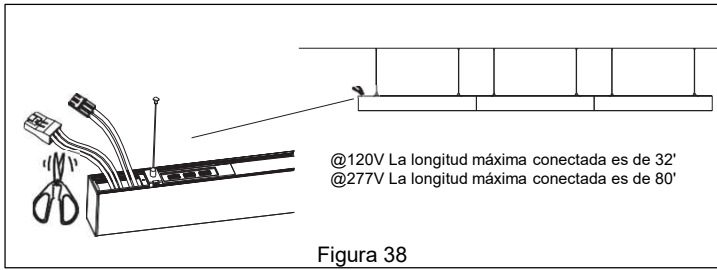

Figura 38
10. Corta los conectores en un extremo para el cableado al voltaje de la línea. **Ver Figura 38.**